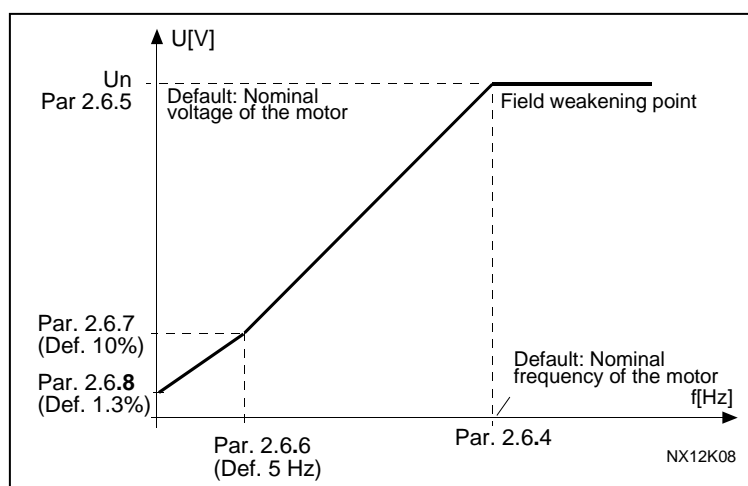

图 24 可编程 U/f 曲线
- 2 可编程 U/f 曲线: U/f 曲线通过 3 个不同的点进行设置。若其他设定值无法满足应用的需要, 即用可编程 U/f 曲线。见图 24。
若已用 P2.6.3 选定了可编程 U/f 曲线，则该参数定义曲线的中间点频率。见图 24。
若已用 P2.6.3 选定了可编程 U/f 曲线，则该参数定义曲线的中间点电压。见图 24。
若已用 P2.6.3 选定了可编程 U/f 曲线，则该参数定义曲线的零频率时电压。见图 24。